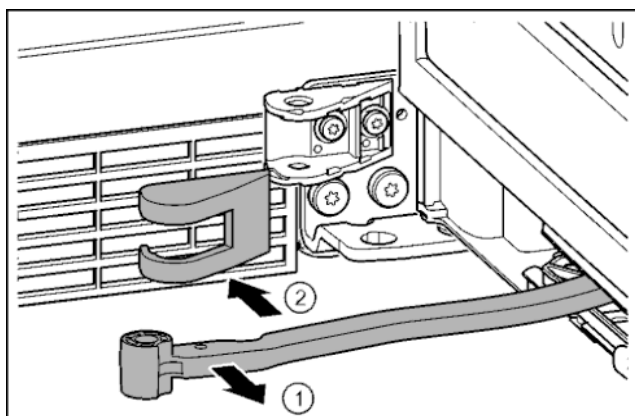

Fig. 19
- Повернуть шарнир в направлении двери. Fig. 19 (1)
- Снять крышку опорного кронштейна. Fig. 19 (2)